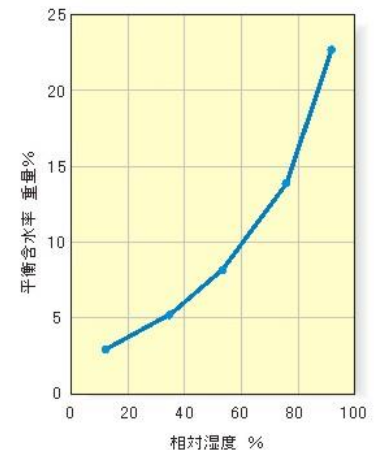

図3 平衡含水率のプロット例
- 4)それぞれの段階で得られた質量を元の基準乾燥質量で引くと、それぞれの相対湿度の含水量となります。その値を基準乾燥質量で割って百分率としたものが平衡質量含水率です。各相対湿度と平衡質量含水率の関係をプロットすれば、図3のような平衡含水率曲線が得られます。